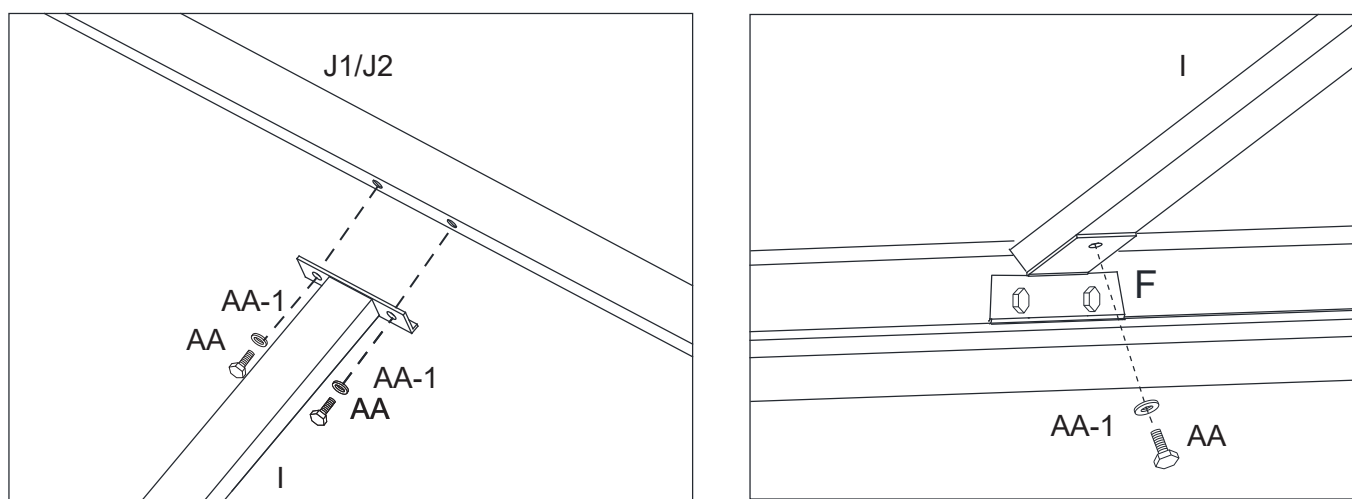

Figure 8-1
- 8.1. Figure Fixez les supports centraux verticaux du toit principal (I) au cadre central du toit principal (J1/J2) et aux supports de traverses (F) à l'aide de boulons (AA) et de rondelles d'acier (AA-1). Ne serrez qu'à l'aide d'un crochet. Voir la figure 8.1.